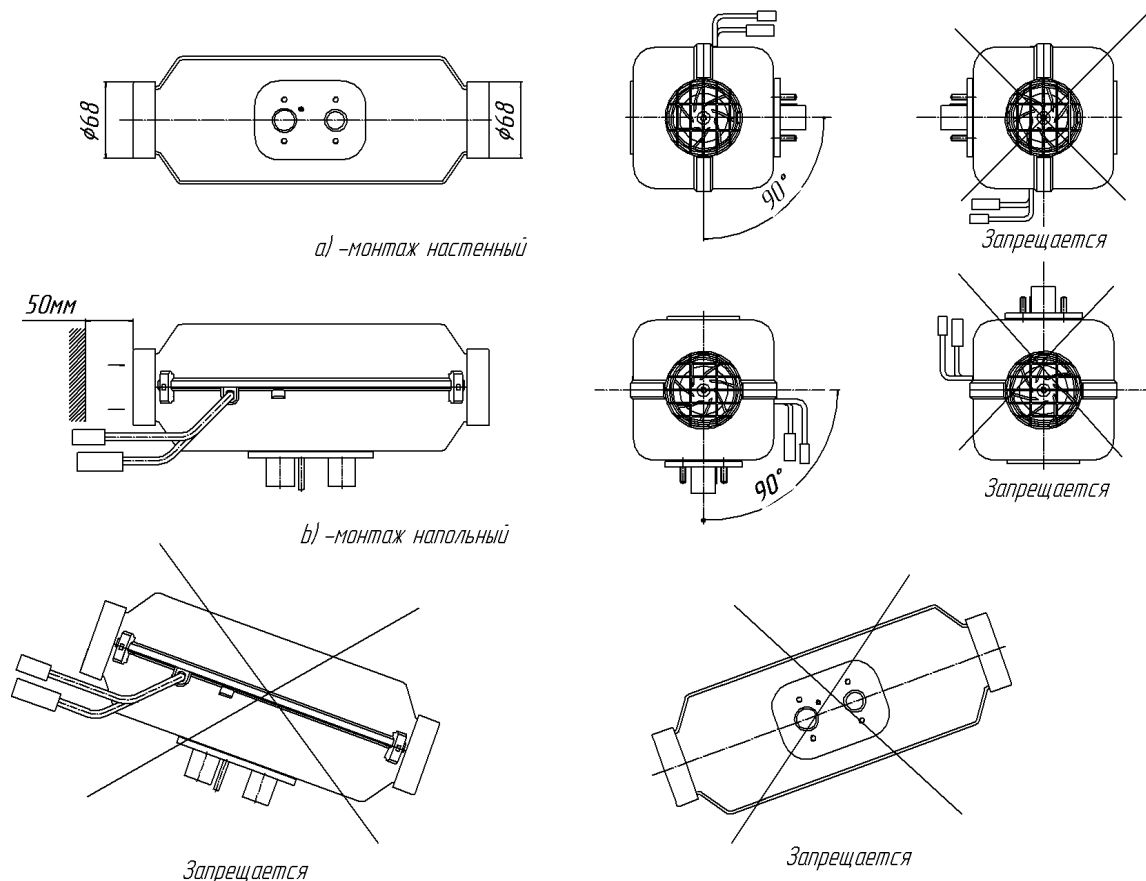
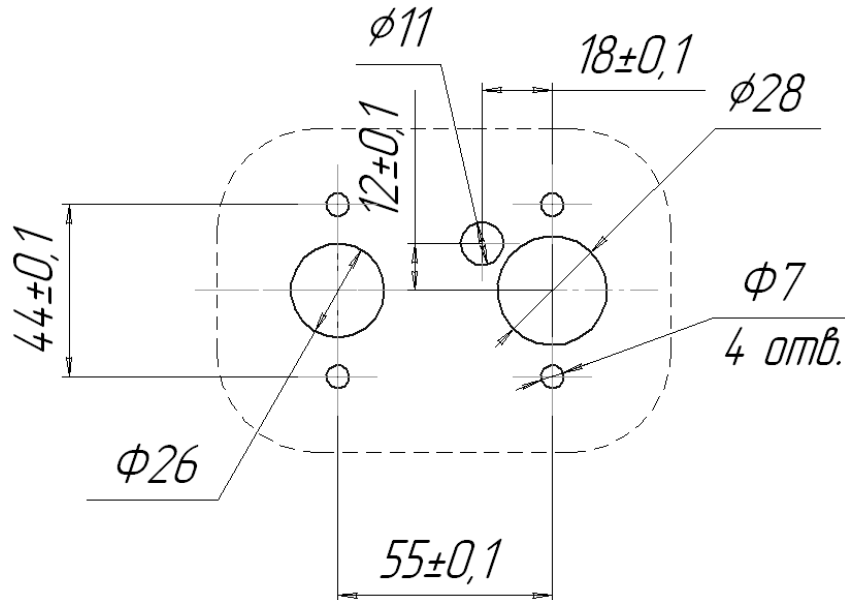

Рис. 8.1 – Варианты установки нагревателя
Рис. 8.2 – Монтажные отверстия для установки нагревателя
Монтаж нагревателя производить с учётом допустимых рабочих положений в соответствии с рис. 8.1 внутри помещения или кабины автомобиля. На рис.8.1 показаны два крайних монтажных положения нагревателя. Входное отверстие нагревателя должно располагаться таким образом, чтобы в обычных рабочих условиях не могли подсасываться выхлопные газы двигателя автомобиля и отопителя. Расстояние от стенок, перегородок до торца входного отверстия нагревателя должно быть не менее 50 мм (см. рис.8.1). Расстояние от стенок, перегородок до торца выходного отверстия нагревателя должно быть не менее 150мм. При монтаже и эксплуатации нагревателя необходимо предусмотреть защиту от попадания посторонних предметов во входное и выходное отверстия. Монтаж нагревателя проводить с учетом доступности демонтажа нагревателя, что приведет в конечном итоге к быстрому техническому обслуживанию. При монтаже нагревателя проверьте, чтобы его корпус не имел контакта как с полом так и с другими частями кабины или обитаемого отсека. Для монтажа нагревателя отверстия в корпусе АТС производить согласно рис. 8.2.
**ВНИМАНИЕ !! Надежная работа отопителя зависит от правильного монтажа нагревателя. Нагреватель должен устанавливаться горизонтально согласно Рис. 8.1.**